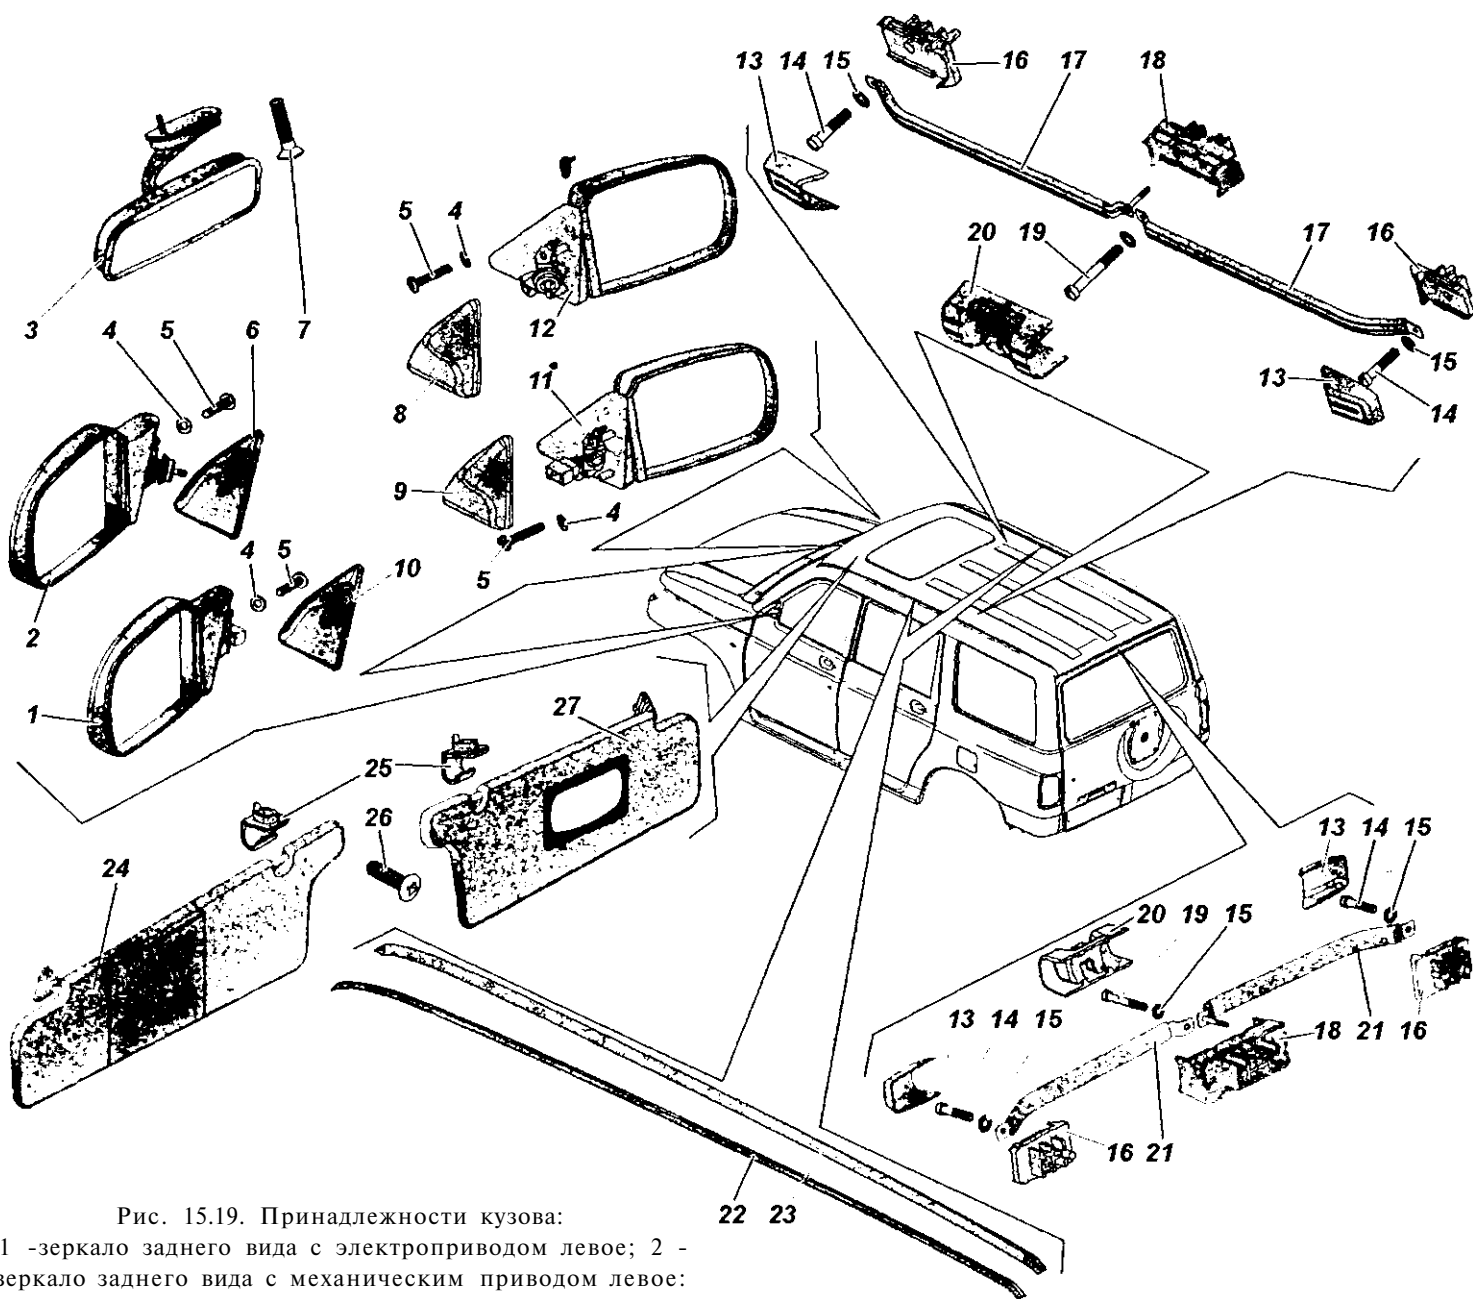

Рис. 15.19. Принадлежности кузова:
1. Снимите облицовку 6 и 8 или 9 и 10 (рис. 15.19) передней двери, поддев ее отверткой с плоским шлицем.
1. Отверните три винта 26 (см. рис. 15.19) и снимите козырек 24 или 27, предварительно освободив козырек от зацепления с держателем 25.
1. Снимите облицовку 13 и крючок 20 (см. рис. 15.19).